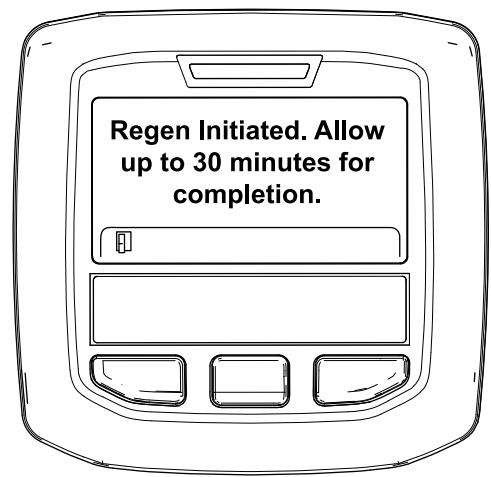

図 50
- 再生許可の場合には Regen Initiated 再生を開始しましたと表示。再生が終了するまで、最大 30 分間が必要。終了まで待つ 図 50。